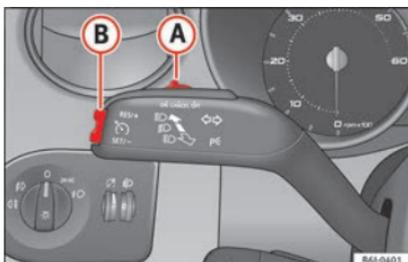

Fig. 147 Palanca de intermitentes y de luz de carretera: mando y tecla basculante para el regulador de velocidad.
- Mueva el mando **»» fig. 147 A** hacia la izquierda hasta la posición **ON**.